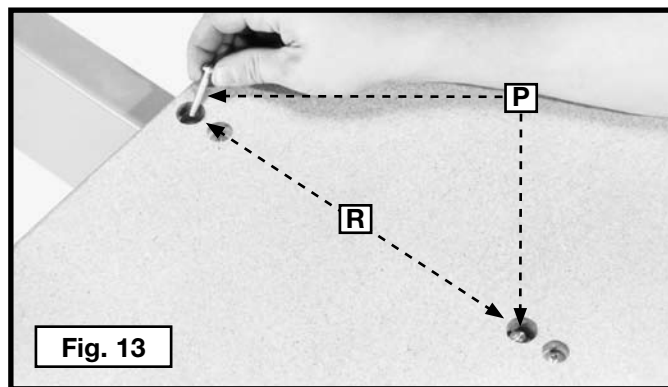

Fig. 13
REMARQUE : La poignée de fixation du bras (Y) Figure 13 est filetée à gauche. Appuyer sur la poignée de dégagement de l'indexation (Z) Figure 15, et faire pivoter le bras (X) vers la gauche jusqu'à ce que l'arbre du moteur (B) Figure 16 soit près de la vis d'ajustement avant gauche (P) Figure 13 de la planche du banc (A) Figure 13. Serrer la poignée de fixation du bras (Y) Figure 15.